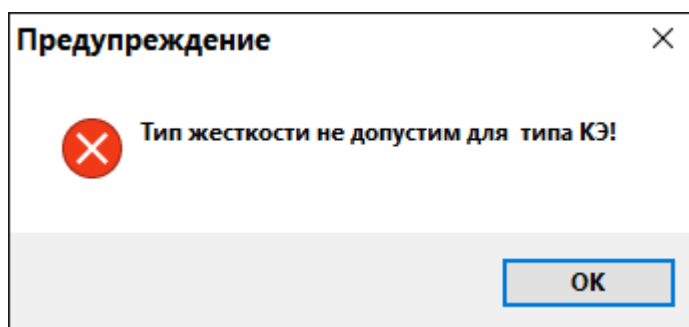

Рис.10.13. Диалоговое окно Предупреждение
- В появившемся диалоговом окне **Предупреждение** (рис.10.13) щелкните по кнопке **ОК** (это сообщение появляется из-за того, что кроме пластинчатых элементов на расчетной схеме выделились ещё и стержневые элементы, которым данный тип жесткости назначить нельзя).